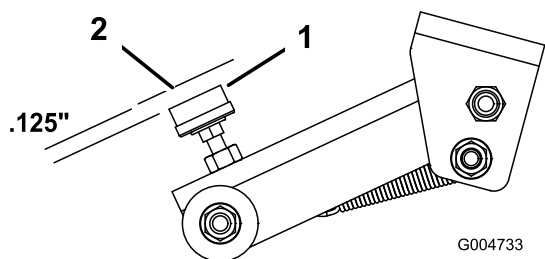

Figura 78
4. Debe haber una holgura entre el amortiguador de goma del tornillo de ajuste (Figura 78) y el cierre de la plataforma de 3 mm. Si se requiere un ajuste, afloje la tuerca del tornillo de ajuste, ajuste el tornillo hasta obtener la holgura necesaria y apriete la tuerca.